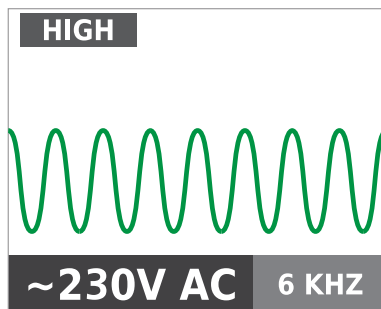

Figura 3.2b
3. Selezionare la modalità segnale Alto per la maggior parte delle applicazioni. Il display apparirà come mostrato nella Figura 3.2b.